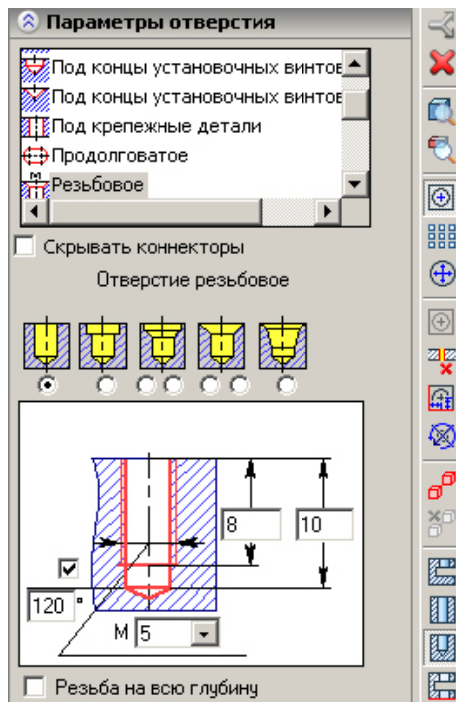

Рисунок 7 – Окно задания параметров отверстия
- В разделе Параметры отверстия выбрать тип **Резбовое**, ввести параметры отверстия(рисунок 7).